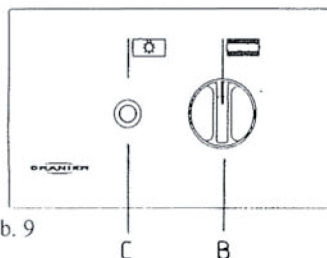

Abb. 9
5.2.3.1 Bei der Gerätetype 2024N FZ ist neben dem Backofenknebel **B** ein Druckschalter **C** für die Backofenbeleuchtung angeordnet (Abb. 9).